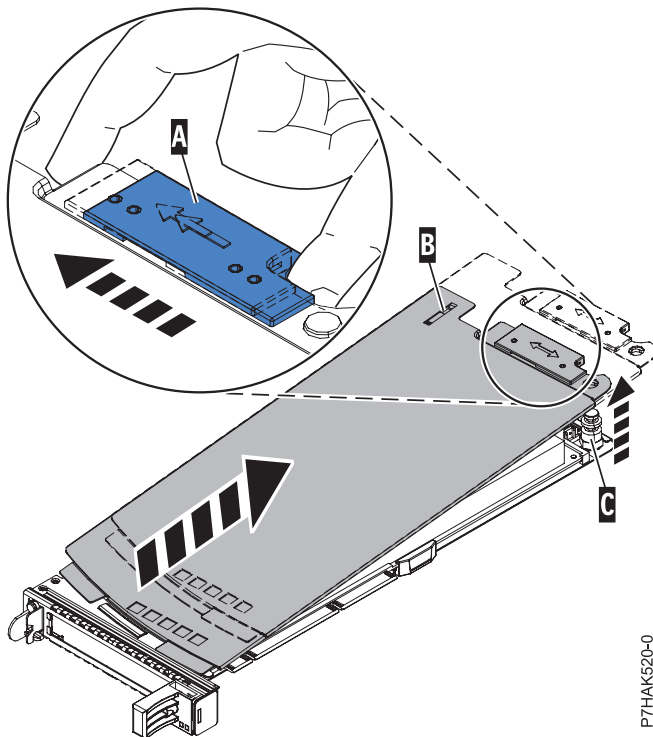

Abbildung 50. Abdeckung der PCIe-Adapterkassette ausbauen
- a. Verschieben Sie die Abdeckungsverriegelung **(A)** so, dass sie sich von dem Drehstift **(C)** löst (siehe Abb. 50 auf Seite 48).